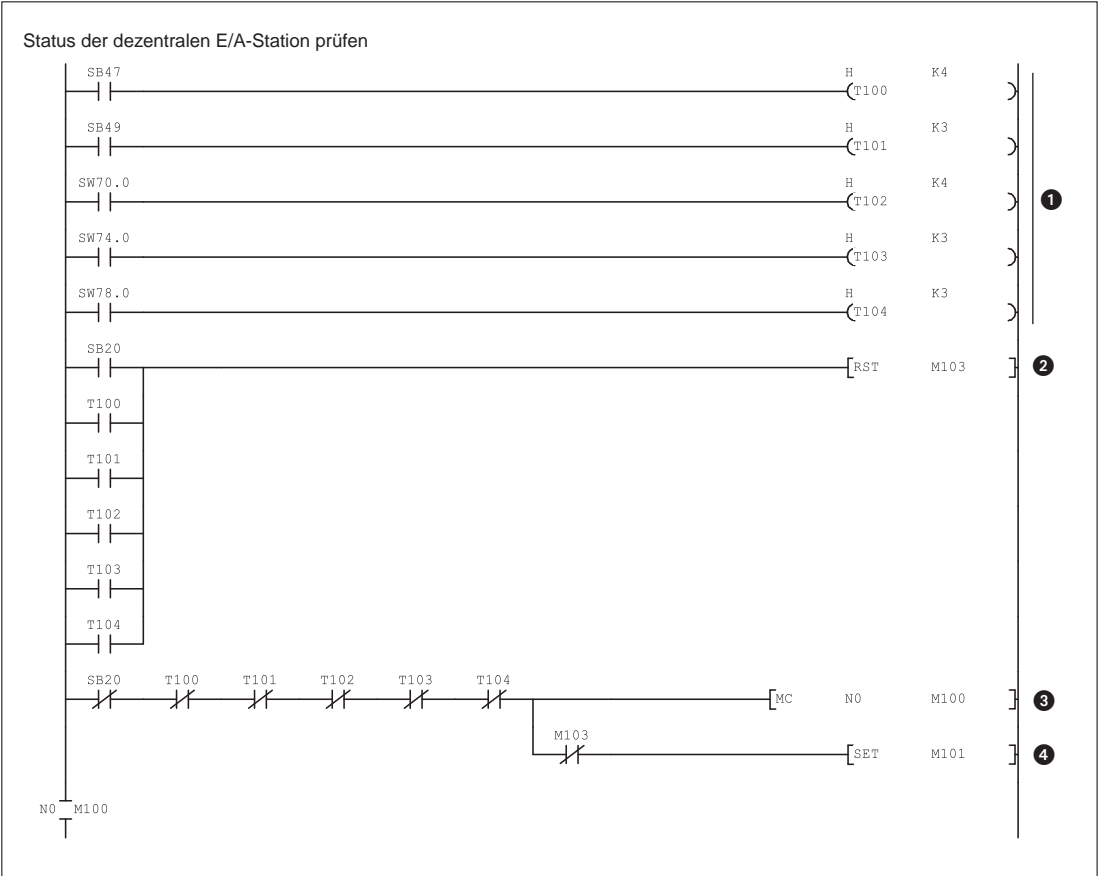

Abb. 10-47: Programmteil 1: Statusprüfung der dezentralen E/A-Station
⑥	Diese Anweisungen werden nur ausgeführt, wenn der entsprechende Alarm aufgetreten ist.	Ausgangswert von Kanal 2 hat oberen Grenzwert überschritten
⑦		Ausgangswert von Kanal 2 hat unteren Grenzwert unterschritten
⑧		Veränderungsrate des Ausgangswert von Kanal 3 hat oberen Grenzwert überschritten
⑨		Veränderungsrate des Ausgangswert von Kanal 3 hat unteren Grenzwert unterschritten
⑩	In jedem Programmzyklus (SM400 ist ständig „1“) wird der Zustand der Eingangssignalfehler-Erkennung in das Register D8 übertragen.
⑪	Diese Anweisung wird nur ausgeführt, wenn bei Kanal 1 ein Eingangssignalfehler aufgetreten ist.
⑫	Wurde ein Eingangssignalfehler erkannt, wird beim Einschalten des Eingangs „Fehler löschen“ (X22) die Anforderung zum Löschen des Fehlers (Y12F) gesetzt.
⑬	Bei einem Fehler wird der Fehlercode gelesen und im Register D9 gespeichert. Anschließend wird der Fehlercode im BCD-Format ausgegeben.
⑭	Durch den Eingang X23 wird die Anforderung zum Löschen des Fehlers (Y12F) gesetzt.
⑮	Wird kein Fehler mehr angezeigt, wird die Anforderung zum Löschen des Fehlers (Y12F) zurückgesetzt.
⑯	Ausführen der MCR-Anweisung (Master Control Reset) (Nur wenn die Eingangsbedingung der MC-Anweisung (Abb. 10-47) erfüllt ist, werden die Anweisungen zwischen der MC- und der MCR-Anweisung ausgeführt.)